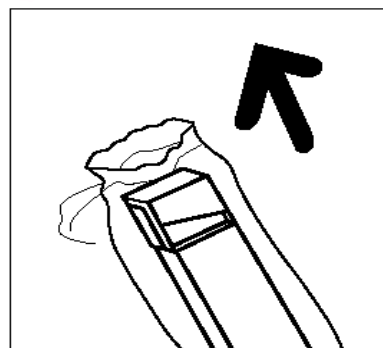

Figura 18: Retirar o novo Recipiente de despejo de tinta seca do saco plástico
- 6** Retire da caixa e do saco plástico o novo Recipiente de despejo de tinta seca, conforme ilustrado na Figura 18.